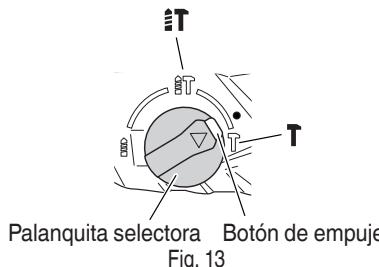

Fig. 13
- (1) Monte el puntero, el cincel u otra broca de la herramienta.
(2) Presione el pulsador y ponga la palanca de cambio en el centro de las marcas **IT** y **T**. (Fig. 13)